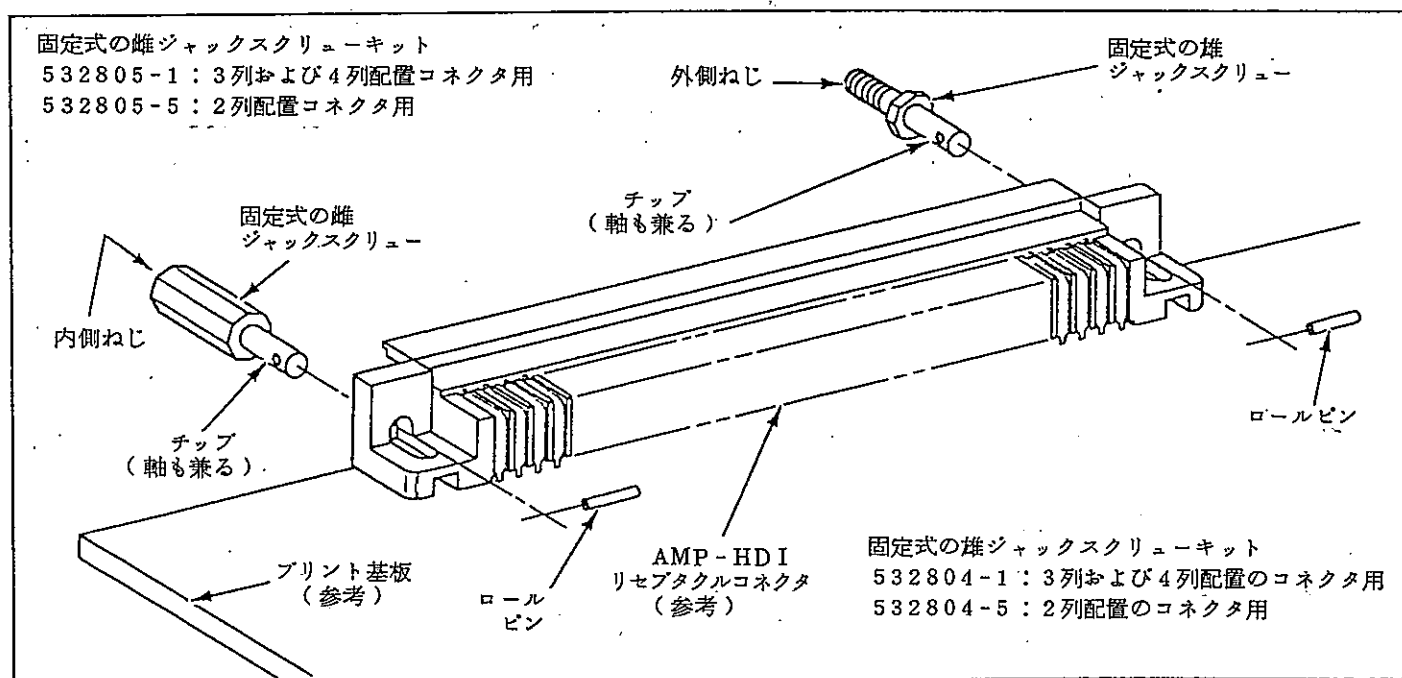
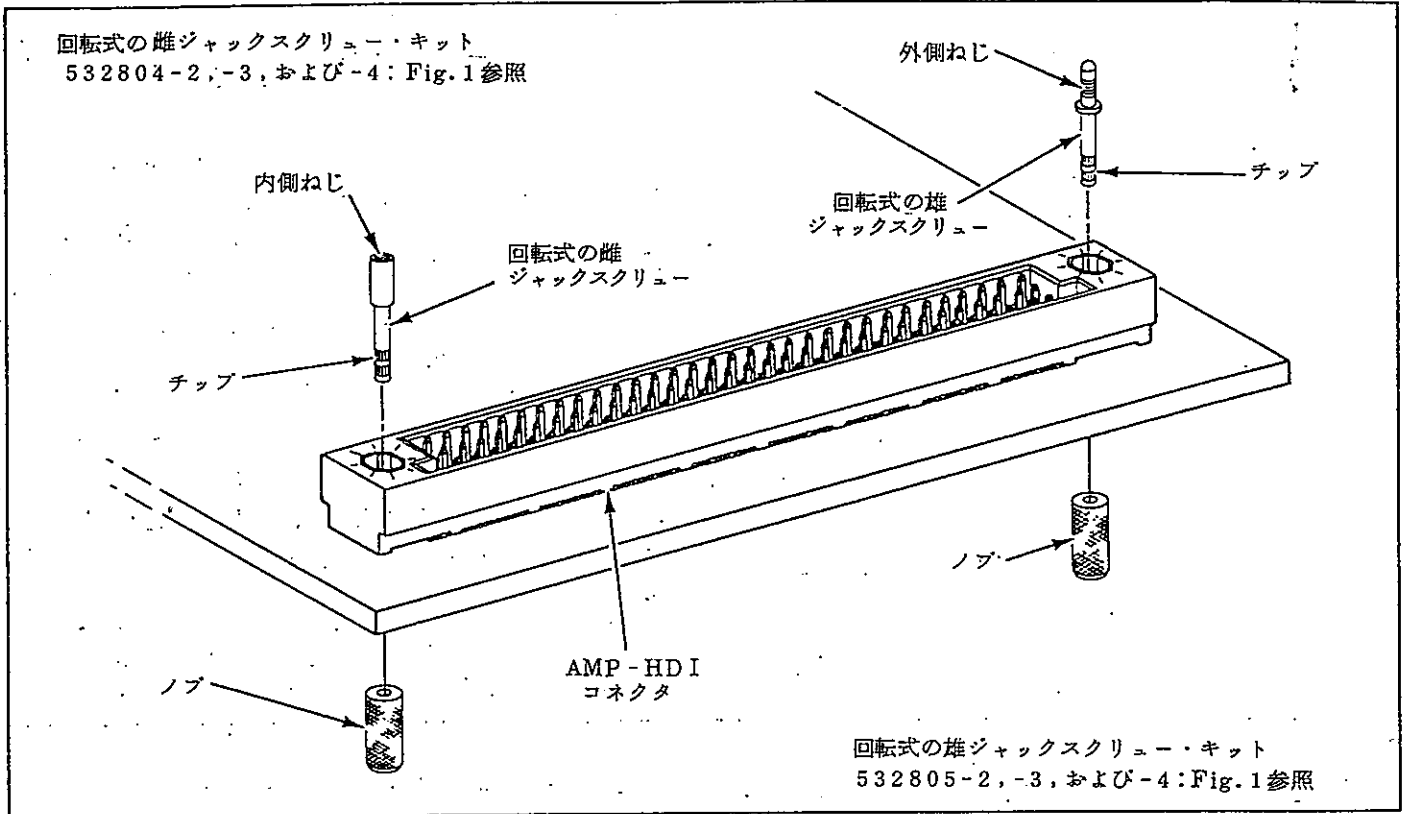

Fig. 2
Fig. 3
異なる形態のジャックスクリューを使用することによりコネクタの接続間違いを防ぐことができます。Fig.2およびFig.3に異なる形態一雄と雌一のジャックスクリュー・ハードウェアのピン・コネクタおよびリセプタクル・コネクタへの取り付け方が示してあります。同一コネクタに同一形態のもの2個も使用できる点にご注目下さい。
- 各キットの組立てにあたり、まずFig.2に示すように、リセプタクル・コネクタの前面一すなわち接続面にジャックスクリュー突起軸部を差し込んで、軸部の面取り穴が見えることを確認します。3列または4列配置のコネクタの場合は側面から、また2列配置の場合は上部からこの面取り穴を見ることができます。
- ラジオ・ペンチを使用して、ロール・ピンをジャックスクリュー突起軸部に取り付けます（Fig.2参照）。
5. 各回転式キットの組立てとして、まずFig. 3に示すようにジャックスクリー突起部をピン・コネクタに差し込みます。